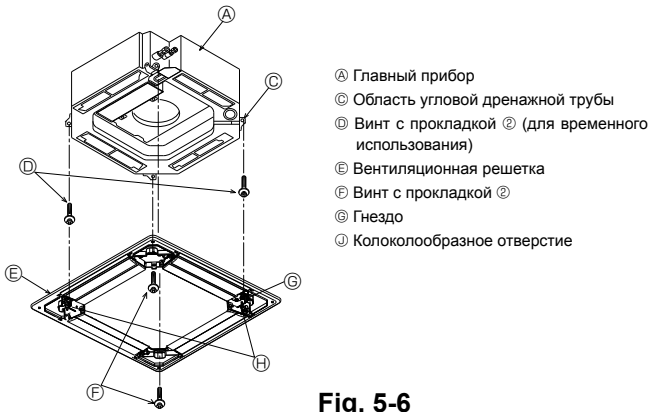
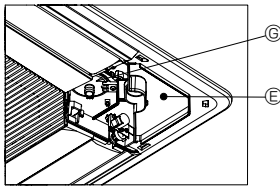

Fig. 5-6
Fig. 5-7
5.4.2. Временная установка вентиляционной решетки (Fig. 5-6)
• Временно закрепите решетку, используя колоколообразные отверстия, для чего установите гнездо ⑨ решетки в область угловой дренажной трубы главного прибора.
5.4.3. Крепление вентиляционной решетки (Fig. 5-7)